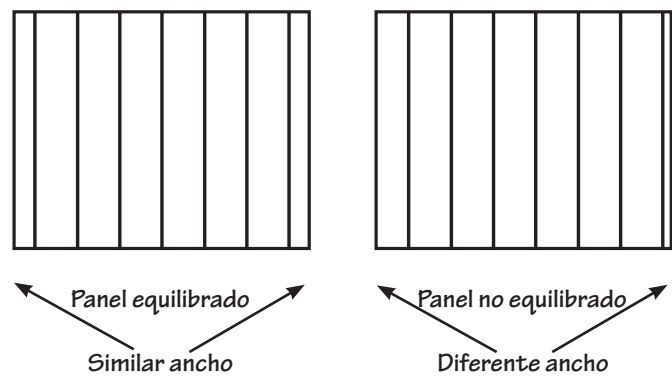

Figura 55.
- Para crear un aspecto equilibrado (Figura 55), divida la longitud de la pared por el ancho de los paneles verticales que se utilizará. Por ejemplo, si la pared requiere de 20 paneles enteros,
agregue 8" (203mm) adicionales, entonces la primera y la última pieza será cortada a un nuevo ancho de 4" (102mm). Asegure que haya suficiente espacio libre en la parte interna del esquinero para permitir que se fije el panel de revestimiento (Figura 55).